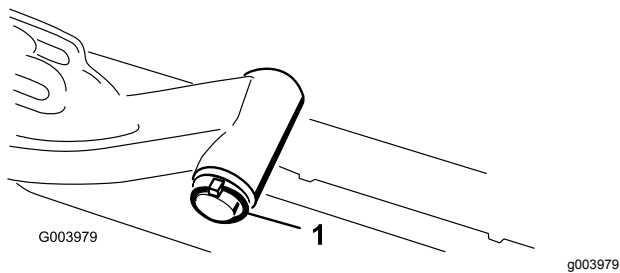

Figure 12
- A. Retirez la goupille à anneau et la rondelle qui fixent l'axe de pivot du bras de relevage au bras de relevage, et sortez l'axe de pivot du bras (Figure 12).
- C. Insérez l'axe du bras de levage dans le bras et fixez-le à l'aide de la rondelle et de la goupille à anneau (Figure 12).